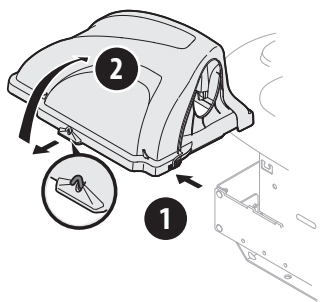

Figure 39
2. Soulevez le couvercle du bac récupérateur en pressant sur la patte arrière droite avec votre main droite (1) comme indiqué à la Figure 39 et en soulevant le couvercle à partir du milieu avec votre main gauche (2).